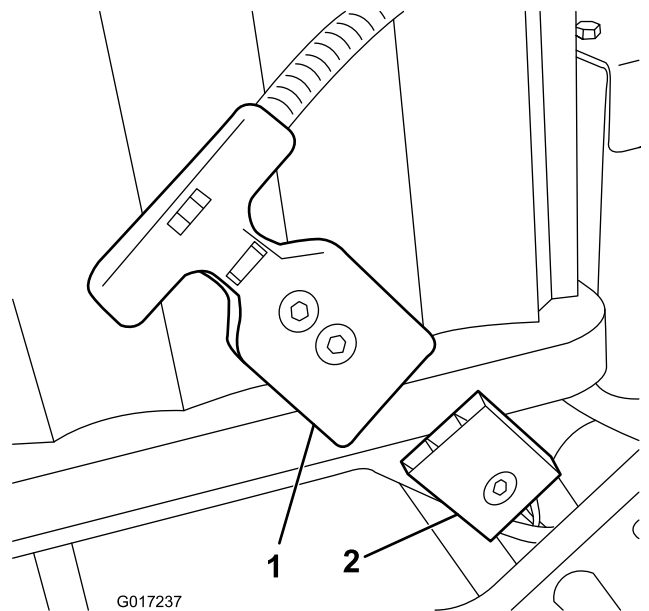

图6
5. 将 eFlex T 形手柄接头从固定在电池座盘上的主电源接头中拉出 (图6)。